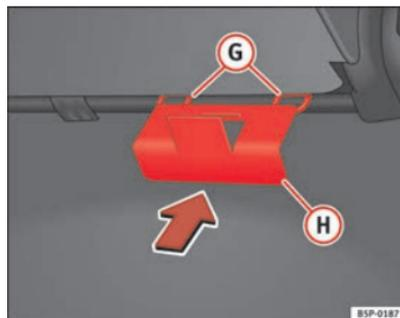

Fig. 114 Placa de fixação do porta-objetos móvel
- Colocar a partir do interior do veículo, a placa de fixação ⑧ ⇒ fig. 114 do porta-objetos móvel, pela parte traseira do banco. Deve estar situada entre o encosto e o banco, na zona do lugar central.
⇒ página 155, fig. 114 e pressione com força até que as duas pinças encaixem totalmente nas anilhas.